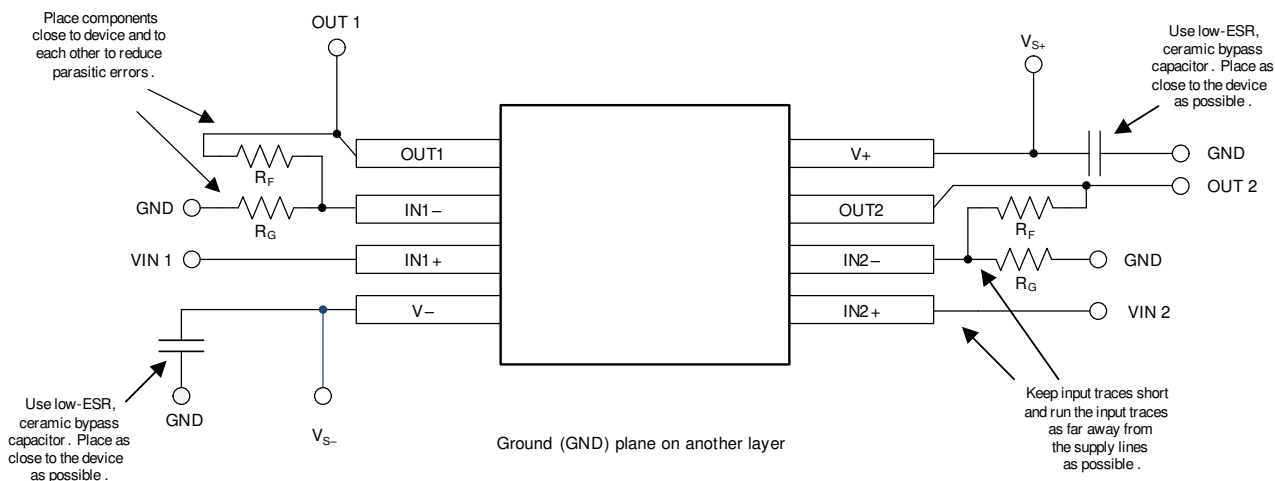

図 10-10. レイアウト例
- 外付け部品は、可能な限りデバイスに近く配置します。図 10-10 に示すように、 R_F と R_G を反転入力の近くに配置すると、反転入力の寄生容量が最小化されます。